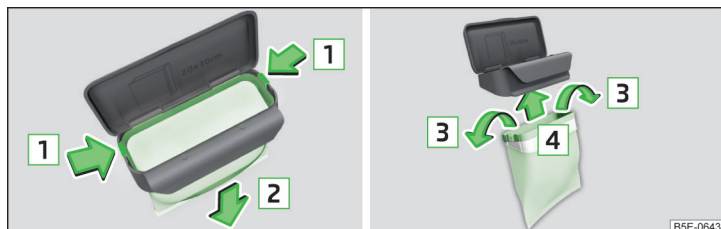

Fig. 82 Sustituir bolsa
- Presionar ambos ganchos de retención en el marco en el sentido de la flecha **1** » fig. 82.